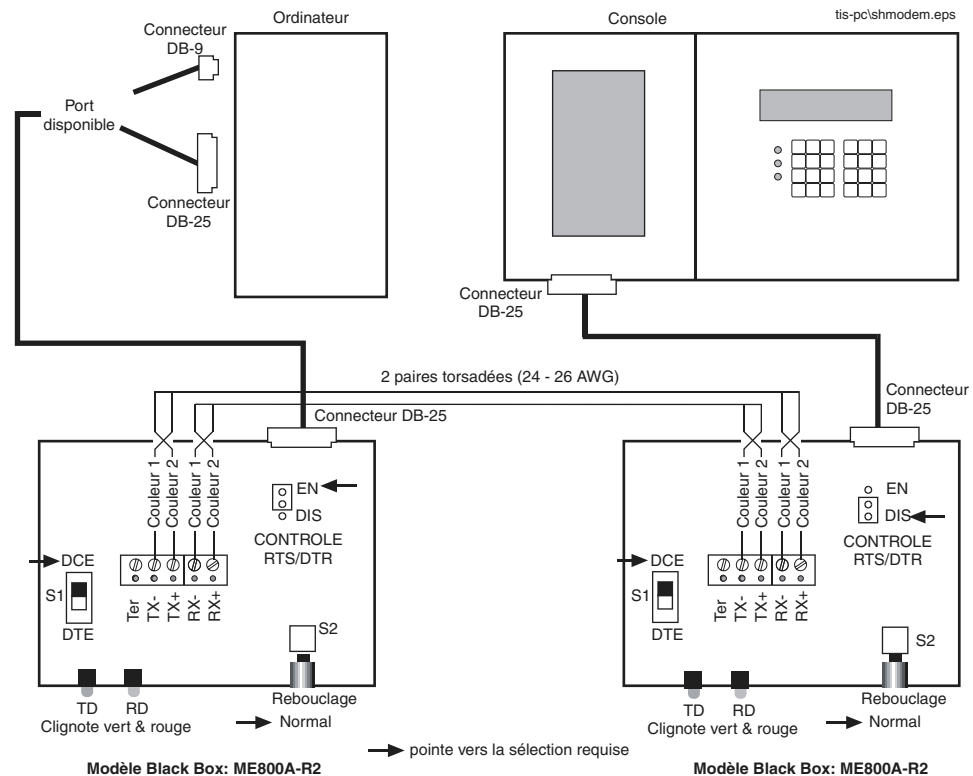

Figure 1. Connexion de la console TLS à un PC via des modems courte distance
Pour les longueurs de câble de plus de 50 pieds (15,2 m), nous recommandons un modem courte distance asynchrone Black Box modèle ME800A [voir Figure 1] : ou équivalent. Vous pouvez contacter Black Box à l'adresse P.O. Box 12800, Pittsburgh, PA 15241 Etats-Unis ; téléphone : (724) 746-5500 ; fax : (724) 746-0746 ; ou via leur adresse Internet <http://www.blackbox.com>.